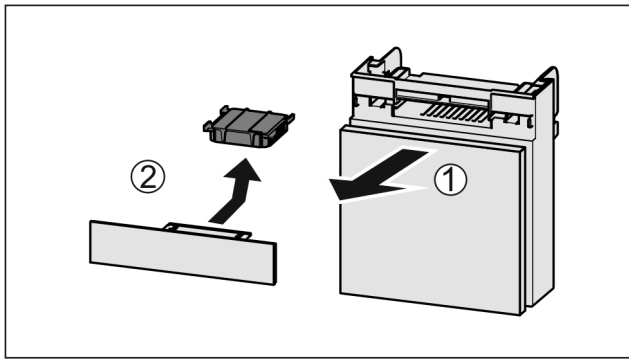

Fig. 41
- ▶ Extraire le compartiment par l'avant Fig. 41 (1).
- ▶ Sortir le filtre à charbon actif Fig. 41 (2).